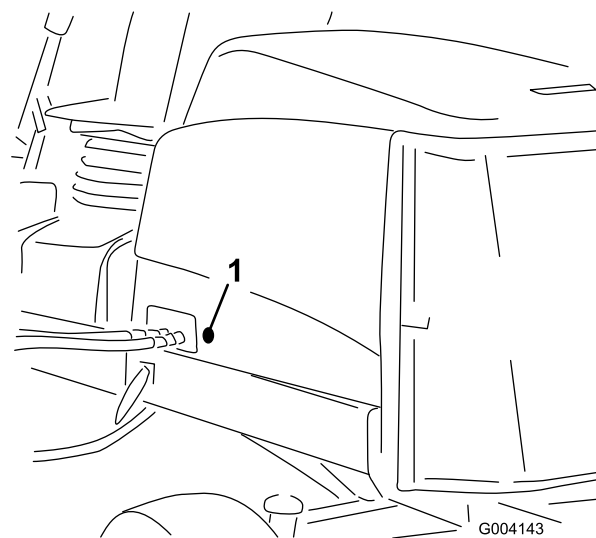

Figure 15
2. Retirez l'œillet en caoutchouc du trou situé du côté gauche du capot (Figure 15).